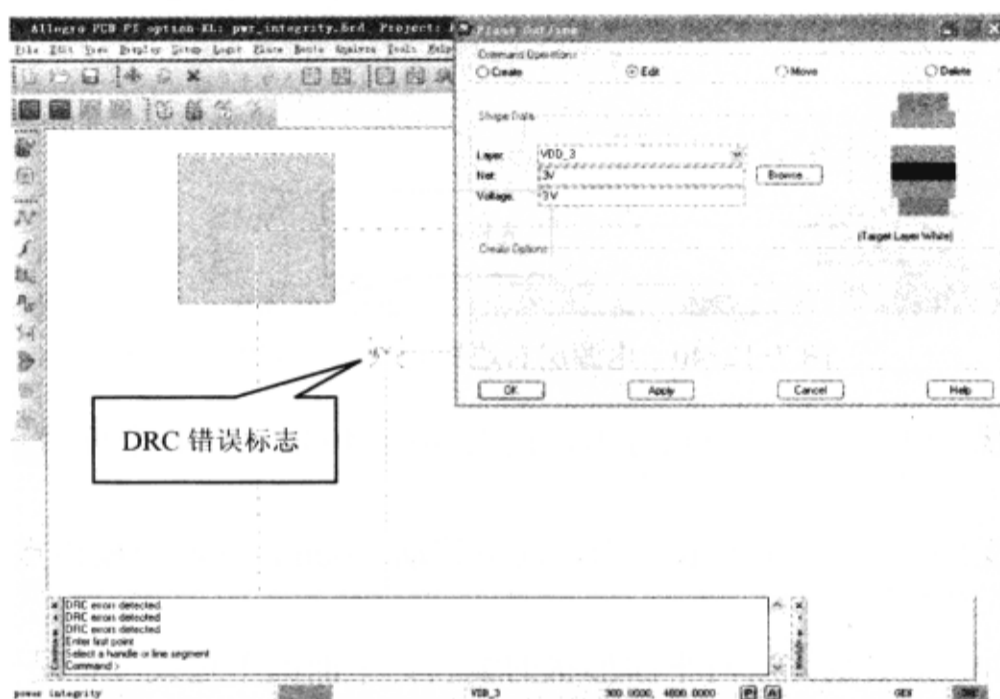
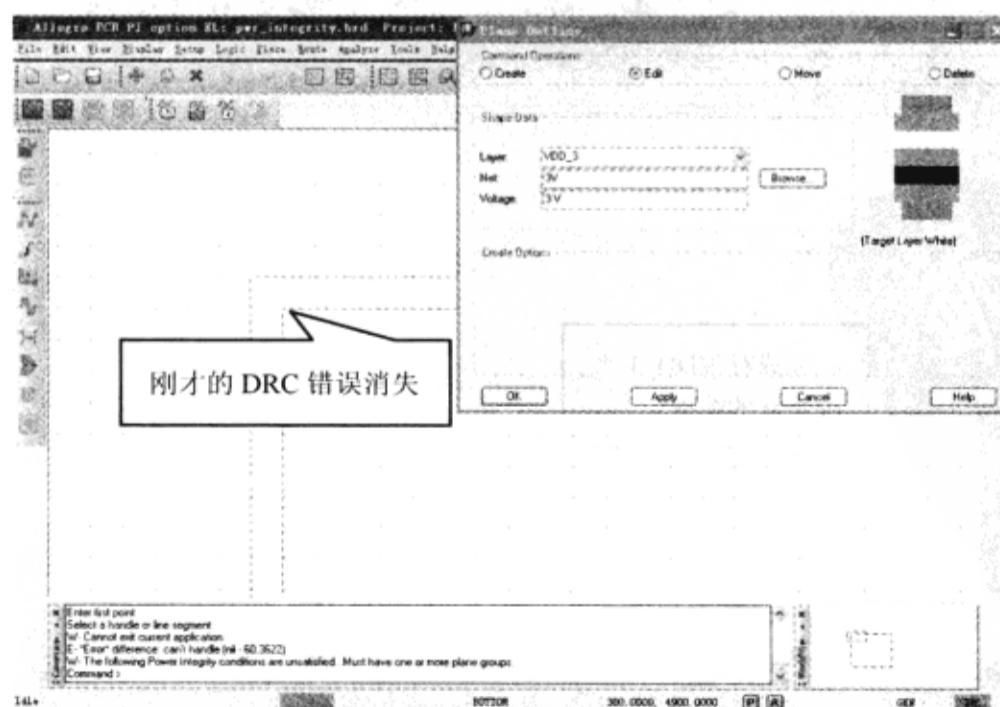

图 7-12-38 编辑电源层形状过程当中的 DRC 错误
图 7-12-39 DRC 错误消失
(2) 单击“Shape Data”区域的“Layer”栏的下拉菜单可选择所要编辑的平面层。
(3) 单击“Net”栏旁边的“Browse”按钮，会弹出“Select a Net”对话框，在这个对话框中可选择平面层的网络。
(4) 在“Plane Outline”对话框中单击“Edit”按钮，这时会在 Allegro PCB PI option XL 窗口的左上角显示一个 DRC（设计规则检查）错误标志，如图 7-12-38 所示，这是因为平面形状的大小与 PCB 边框的大小相同，平面形状的尺寸超出了默认的元器件允许摆放区与允许布线区的范围。回到“Power Integrity Setup Wizard-Board Outline”对话框中，将 PCB 边框与元器件允许摆放区与允许布线区的距离设置为 50mil，再次回到“Plane Outline”对话框时，会发现 DRC 错误已经消失，如图 7-12-39 所示。编辑平面层的方法与编辑 PCB 边框的方法很相似。